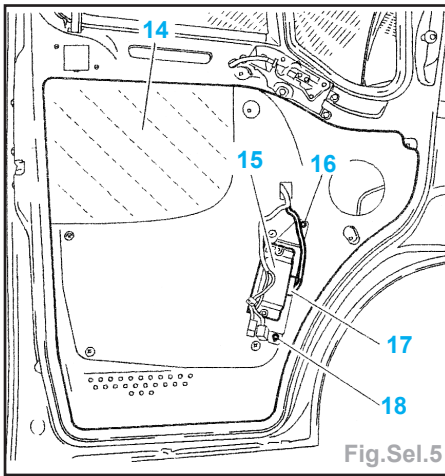
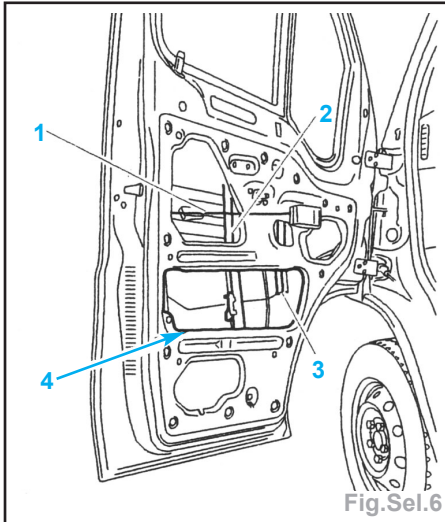

Fig.Sel.5
Fig.Sel.6
- les vis (10),
- la commande intérieure d'ouverture (11),
- déclipper en (9).
- déposer la poignée intérieure (7),
- déconnecter le connecteur (17) (Fig.Sel.5).
- la centrale du détecteur de dépassement (15),
- le panneau de porte (14)
- déposer les feuilles d'étanchéité (19).
- Déposer (Fig.Sel.6) :
- la tringle (1) de liaison serrure poignée intérieure,
- Déposer le joint guide-vitre (3) et déposer la vitre mobile par l'ajour (4) (Fig.Sel.6).